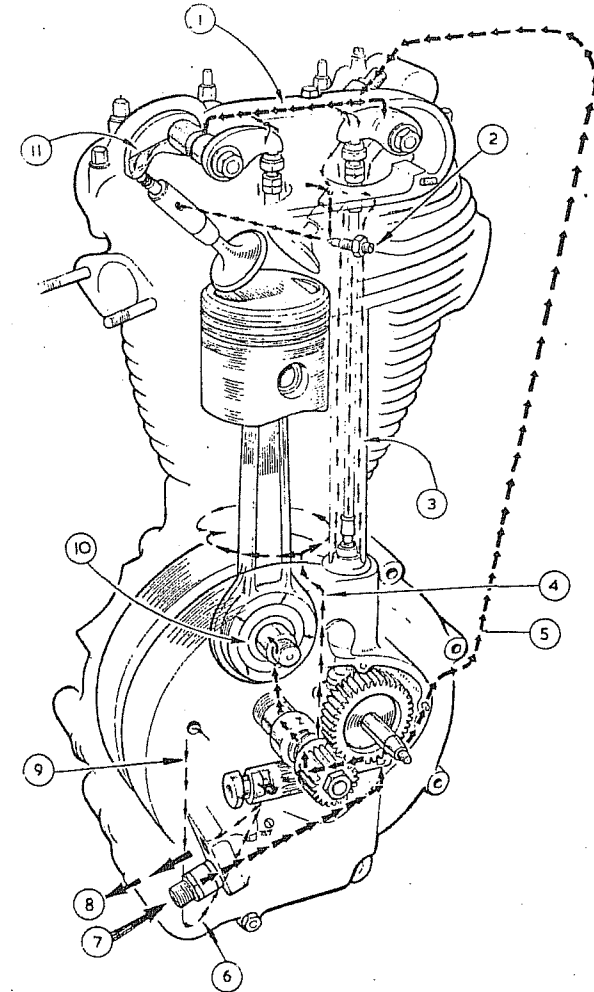

ABB. 7
- Ein Filzfilter im vorderen Teil des Kurbelgehäuses, parallel zur Auslassnockenwelle, Abb. 7.
- Man drehe das Abschlussventil, welches direkt unter der Lichtmaschine des Modells 20 sitzt, heraus, siehe Abb. 7. Dieses Ventil legt den Filter frei welcher mit dem Finger herausgeholt werden kann. Am anderen Ende des Filters befindet sich eine Stahlkappe welche vom Filter abgenommen werden muss. Der Filter kann jetzt in Benzin gereinigt und nach Abtrocknen, wieder eingebaut werden. Vorher sollte das Filtergehäuse mit einem sauberen Benzinlappen ebenfalls gereinigt werden.